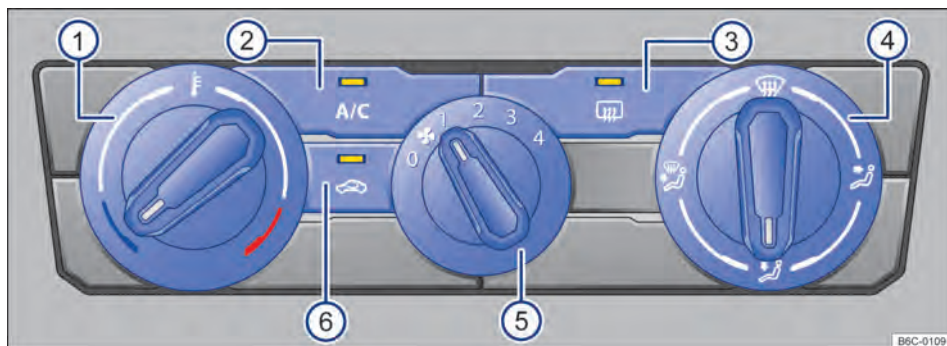

Fig. 82 Comandos do ar-condicionado.
- *Ar-condicionado*: girar o regulador do ventilador para o nível 0 → Fig. 82 (5).
- *Climatronic*: deslizar o dedo para a esquerda sob a superfície de função → Fig. 82 (7), depois pressionar o botão (8) da extremidade esquerda.
- *Ar-condicionado*: pressionar o botão **A/C** → Fig. 82 (2) para ligar e desligar o funcionamento da refrigeração.
- *Ar-condicionado*: girar o regulador rotativo esquerdo → Fig. 82 (1).
- *Ar-condicionado*: girar o regulador do ventilador → Fig. 82 (5).
- *Ar-condicionado*: pressionar o botão (5) → Fig. 82 (6).
- *Ar-condicionado*: girar o regulador da direita → Fig. 82 (4) para posição desejada.
– **Ar-condicionado:** girar o regulador direito para a posição  → Fig. 82 (4).
– **Ar-condicionado:** pressionar o botão  → Fig. 82 (3).